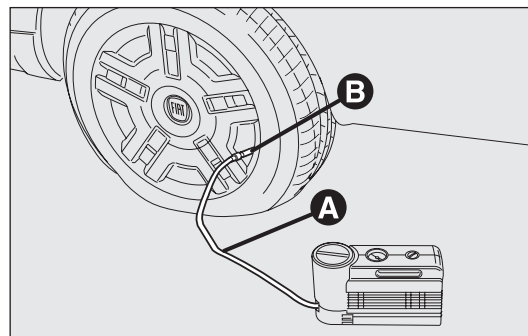

fig. 178
- Serrer le frein à main. Dévisser le capuchon de la valve du pneu, extraire le tube transparent de remplissage A-fig. 178 et visser la bague B sur la valve du pneu;